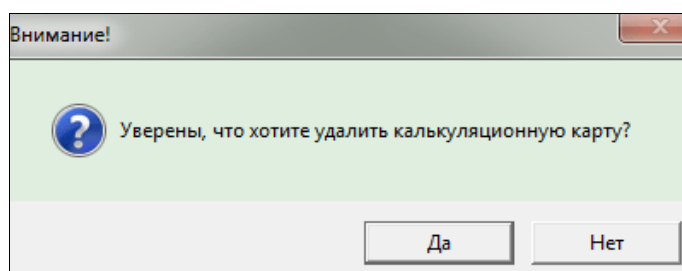

Рис. 5.24.
- *Удалить к.карту* - при попытке удаления калькуляционной карты система уточнит необходимость удаления (см. рис. 5.24.);